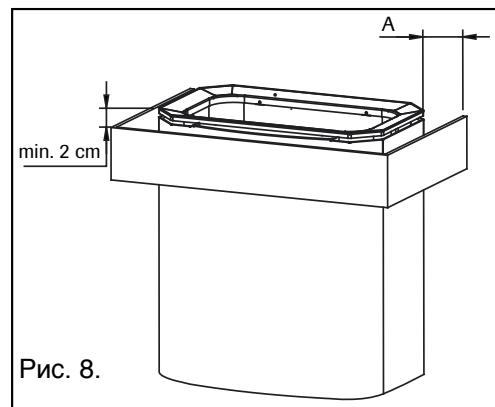

Рис. 8.
- При необходимости каменку можно оградить защитным ограждением (рисунок 8). В качестве материала ограждения рекомендуется использовать дерево. В этом случае обязательно следует соблюдать минимальные допустимые расстояния до возгораемых конструкций. Неправильная установка каменки может привести к пожару.